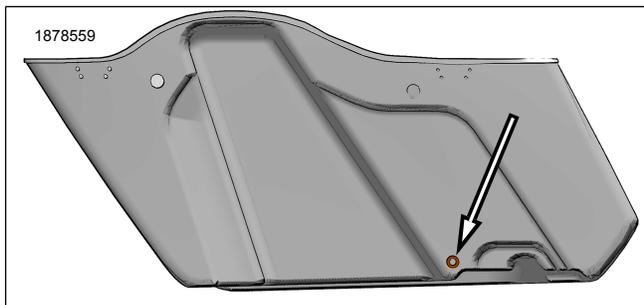

Figura 4. Zona de perforación del agujero inferior de la alforja
2. Vea la Figura 4. Perfore el paso de cables inferior en la alforja.